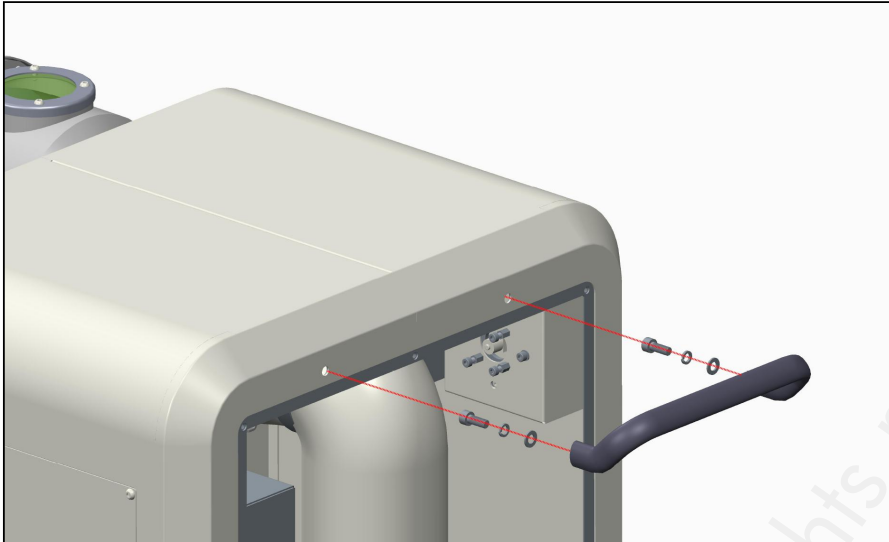

Figure 10
5. Montez la poignée comme illustré sur la figure 10. Pour ce faire, vous devez enlever le couvercle latéral.